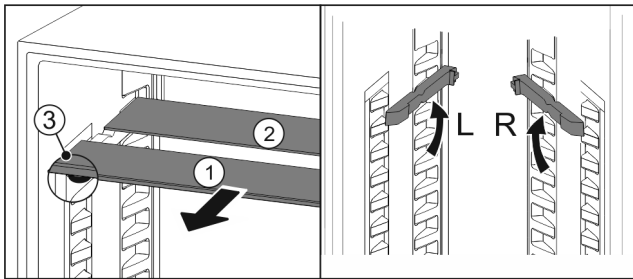

Fig. 153
- ▶ Glasplaten afzonderlijk vanaf de voorkant eruit trekken Fig. 153 (1).
- ▶ Glasplaat Fig. 153 (1) met sierlijst ligt voor.
- ▶ Stops Fig. 153 (3) zijn naar onder gericht.